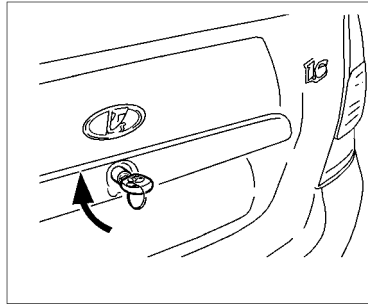
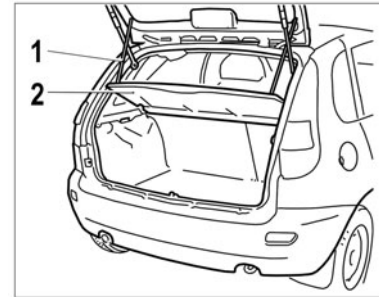

Рис. 25. Открывание багажника
Рис. 26. Дверь задка
**Крышка багажника** автомобиля с кузовом «седан» (рис. 25) и **дверь задка** автомобиля с кузовом «хэтчбек» (рис. 26) открываются поворотом ключа в замке по часовой стрелке. При включенном наружном освещении багажник освещается плафоном.